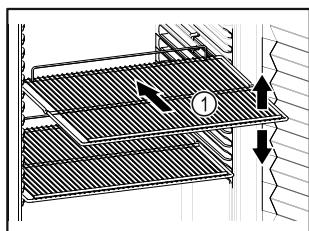

Fig. 59 Representación a modo de ejemplo
- Si los estantes Fig. 59 (1) se pueden mover, ajustarlos según la altura.